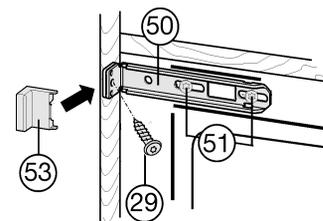

Fig. 16
- ▶ Schrauben *Fig. 16 (51)* etwas lockern.
- ▶ Oberen Befestigungswinkel *Fig. 16 (50)* mit Spanplattenschraube *Fig. 16 (29)*  $\varnothing 4 \times 19$  an der Möbelwand festschrauben.
- ▶ Das überstehende Ende der Abdeckung *Fig. 16 (53)* abbrechen.
- ▶ Schrauben *Fig. 16 (51)* festziehen.
- ▶ Abdeckung *Fig. 16 (53)* aufsetzen.